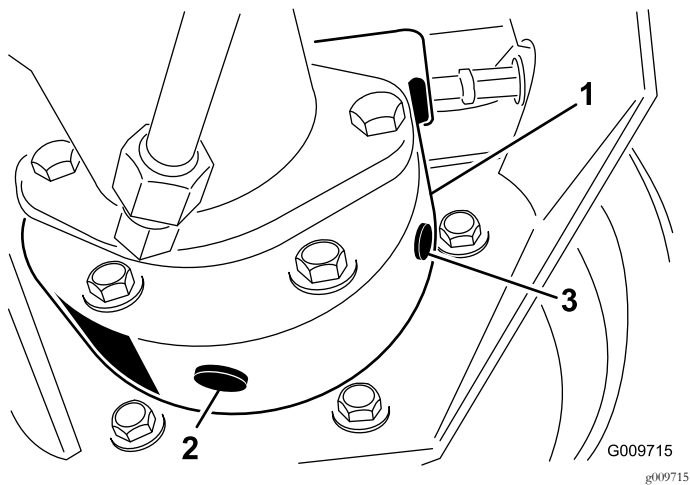

图54
3. 将放油盘放在制动器箱下面取出排油塞让齿轮润滑油排出 图54。